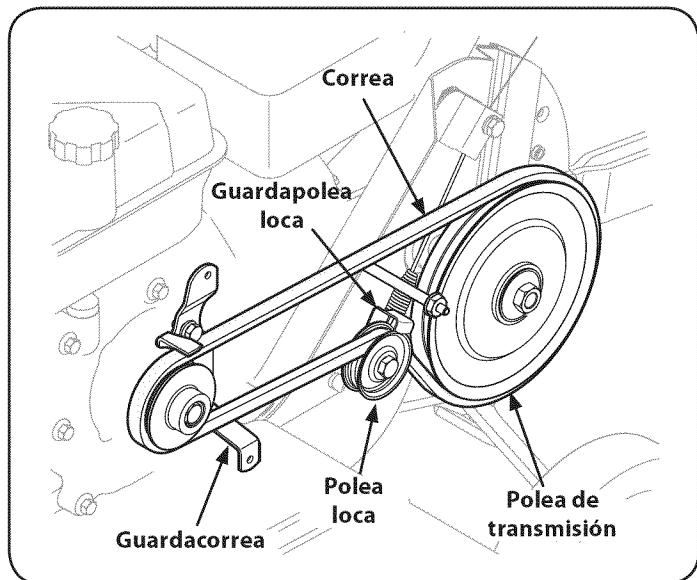

Figura 27
2. Retire el perno de la polea loca y mueva la correa desde debajo del guardacorreas de la polea loca. Vea la Figura 27.
3. Retire el conjunto del guardacorreas de la correa ubicado detrás de la polea del motor extrayendo los dos pernos hexagonales y las arandelas de seguridad. Vea la Figura 27.
4. Extraiga la correa usada de alrededor de la polea de transmisión e instale la nueva correa. Vea la Figura 27.
**NOTA:** Al volver a armar, asegúrese de que el guardacorreas de la polea loca quede tal como se muestra en la Figura 27. Observe la muesca en la parte inferior del guardacorreas y la alineación cuando vuelva a armar con la correa nueva.